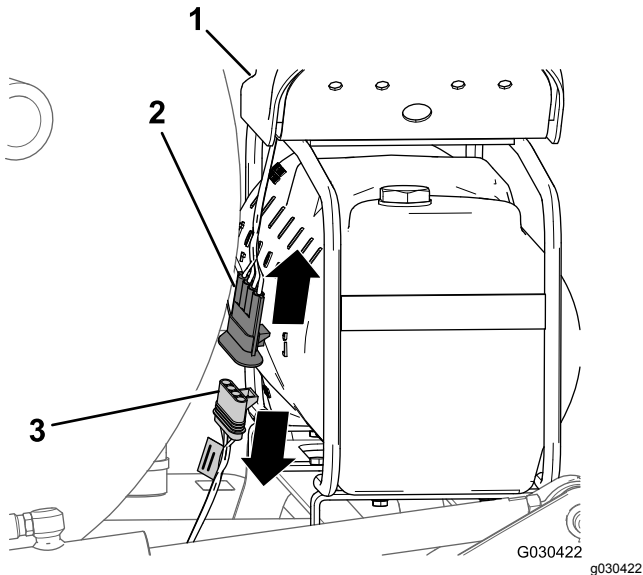

Bild 11
1. Suchen Sie an der Rückseite des Schaummarkiererbehälters den Kabelbaum am Kompressor (Bild 11).
2. Ziehen Sie den 4-Stift-Stecker des Kompressorkabelbaums vom 4-Buchsen-Stecker des hinteren Kabelbaums der Maschine ab (Bild 11).